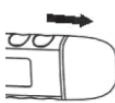

Figura 3
2. Sfilare il coperchio della batteria come mostrato nella Figura 3.